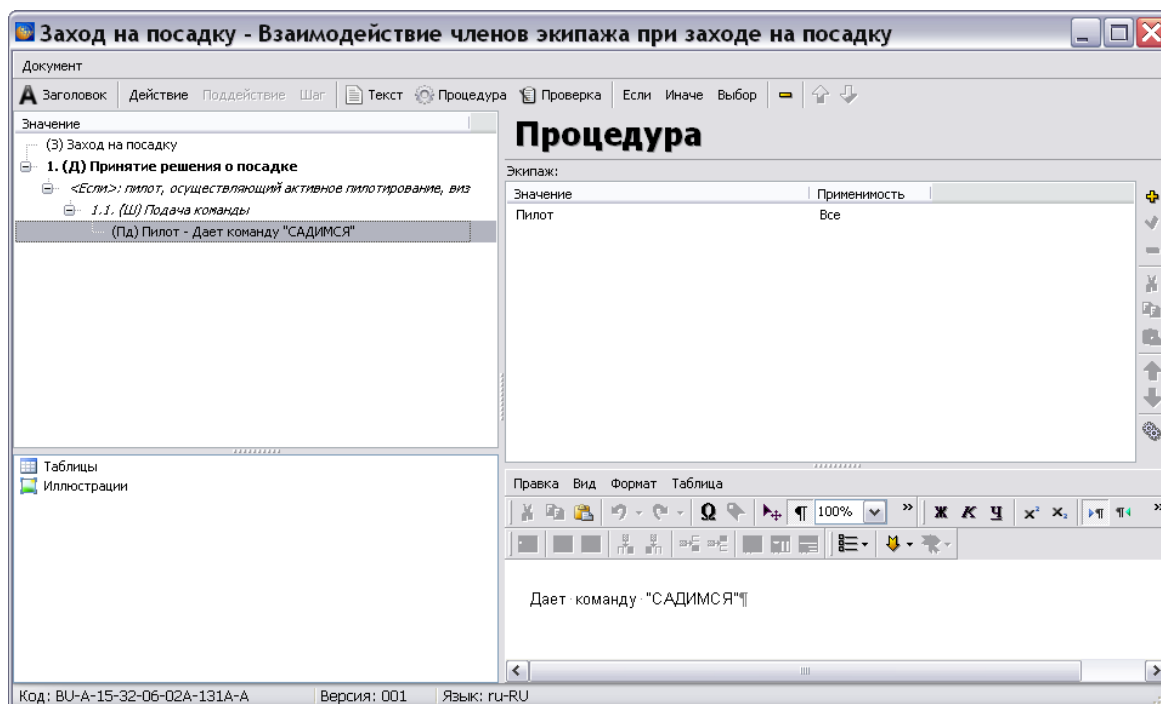

Рис. 13.24
18. Введите текст, описывающий процедуру, в рассматриваемом примере «Дает команду «САДИМСЯ»» (Рис. 13.24). Для того чтобы описание процедуры появилось в дереве значений, щелкните в дереве значений левой кнопкой мыши. Описание инструментов редактора окна описания процедуры смотрите в таблицах 13.1 и 5.11.